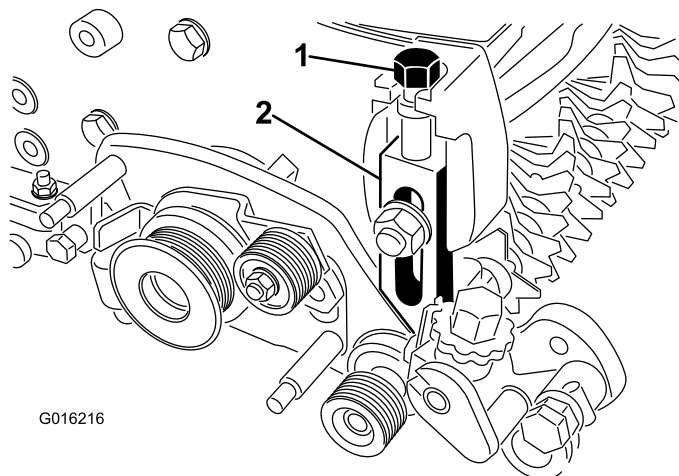

Figura 12
27. Avvitare la vite di regolazione dell'altezza di taglio nella parte superiore del gruppo del braccio regolatore destro (Figura 12).
Nota: Assicuratevi che l'estremità dell'asta del gruppo del braccio dell'altezza di taglio si inserisca nella boccola nel foro del gruppo di rotazione del groomer (Figura 12).
31. Avvitare la vite di regolazione dell'altezza di taglio nella parte superiore del gruppo del braccio regolatore sinistro (Figura 12).
33. Installate il gruppo braccio regolatore sinistro sulla piastra laterale dell'apparato di taglio utilizzando il bullone dell'aratro, il dado e la nuova rondella in dotazione (Figura 12).